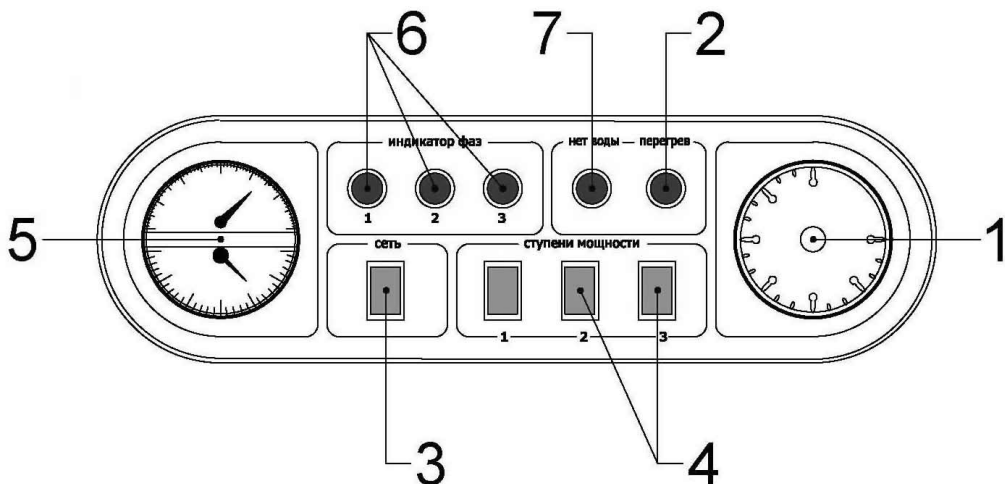

Рис. 2
- ✓ Плата управления котла (11). Плата анализирует состояние датчика температуры воды, термовыключателя, датчика уровня, датчика температуры воздуха (опция), реле протока (опция). Плата выполняет анализ поступивших сигналов и производит включение или выключение ступеней мощности в зависимости от конкретной ситуации. Включение и выключение ступеней мощности осуществляется каскадно, с задержкой 3 секунды, чтобы исключить скачки напряжения в сети;
- ✓ Плата резервного управления (12), расположена рядом с электронной платой управления котла и представляет собой планку с разъемами. В случае сбоя в работе платы управления, или выхода ее из строя, до приезда специалистов сервисного центра, прибор можно переключить на работу по механическим датчикам - через плату резервного управления (подробнее см. раздел техническое обслуживание);
- ✓ Клеммная колодка (5), предназначена для подключения к прибору внешних опций: комнатного термостата или термостата-программатора; (опция) и стабилизатора напряжения (опция);
- ✓ Зажимы кабеля питания (7), для подключения подводящего кабеля;
- ✓ Плавкий предохранитель платы управления (10), Управляющая цепь контакторов и схема управления защищены плавкими предохранителями.
- 4.7. Состояние работы прибора отражается световыми индикаторами на панели управления (Рис. 2). Панель управления содержит следующие элементы:
- ✓ Термоманометр (5) позволяет контролировать давление в системе и температуру на выходе из прибора;
- ✓ Индикатор «Перегрев» (2) загорается при перегреве воды (нарушение циркуляции) при этом прибор автоматически выключается. После остывания теплоносителя примерно на 15-20 °С нагрев снова включается;
- ✓ Индикатор «Нет воды» (7) показывает отсутствие теплоносителя в приборе;
- ✓ «Индикаторы фаз» (6) показывают наличие фаз на вводном аппарате защиты;
- ✓ Выключатель «Сеть» (3) служит для включения прибора в работу;
- ✓ Выключатели "I", "II", "III" (4) служат для включения первой, второй и третьей ступеней мощности прибора. Внутренняя подсветка выключателей показывает, какие ступени мощности включены;
- ✓ Ручка регулятора температуры теплоносителя (1) обеспечивает плавную регулировку температуры теплоносителя.
- 7.13. Все элементы управления расположены на лицевой стороне прибора на панели управления. (Рис. 2).